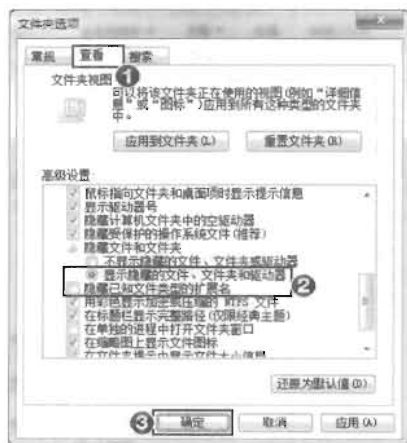

图 1-45
(2) 在弹出的“文件夹选项”对话框中选择“查看”选项卡，在“高级设置”列表框中选择“显示所有文件和文件夹”单选按钮，取消勾选“隐藏已知文件类型的扩展名”，然后单击“确定”按钮，如图 1-45 所示，便会将具有隐藏属性的备份文件显示出来并显示出文件的扩展名。